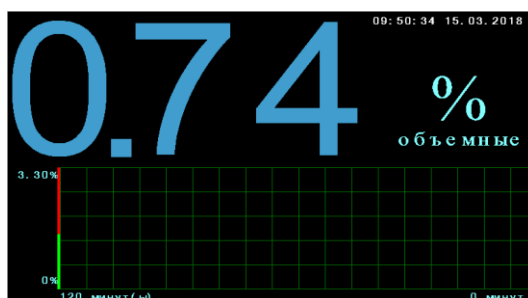

Рисунок 16 – Окно «График»
9.2.7 Окно «График» (рис.16) предназначено для просмотра показаний влагомера в виде графика: